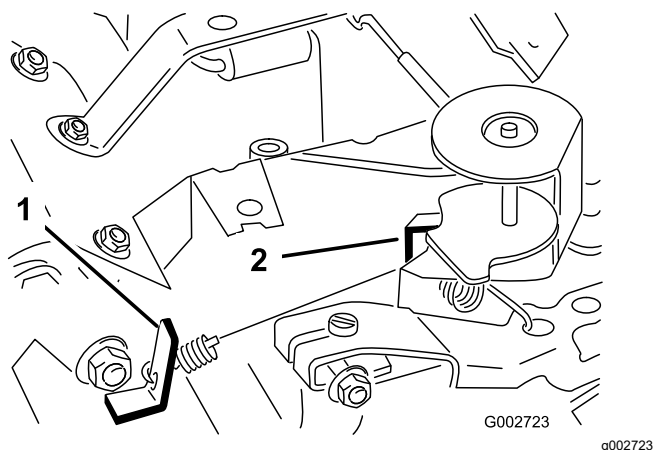

Рисунок 41
3. Отогните язычок пружинодержателя регулируемых оборотов холостого хода (Рисунок 41) так, чтобы получить малую частоту холостого хода в пределах от 1675 до 1175 об/мин.
6. Отогните язычок пружинодержателя высоких оборотов (Рисунок 41) так, чтобы получить высокую частоту вращения 3350–3450 об/мин.